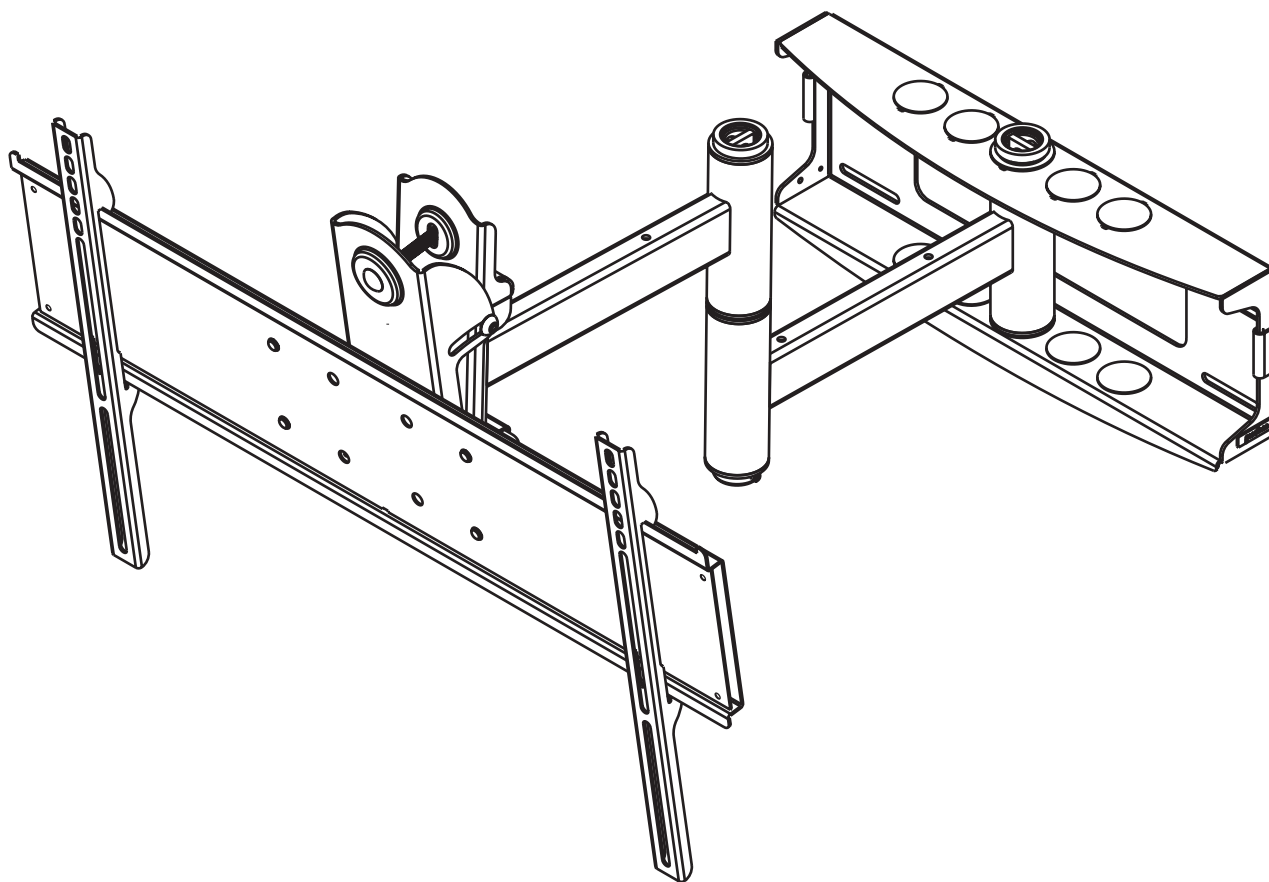

**fig 9.1**
- 9-1** S'il est trop difficile de régler la rotation de l'écran, desserrez les vis comme illustré à la figure 9.1 à l'aide d'un tournevis Phillips.